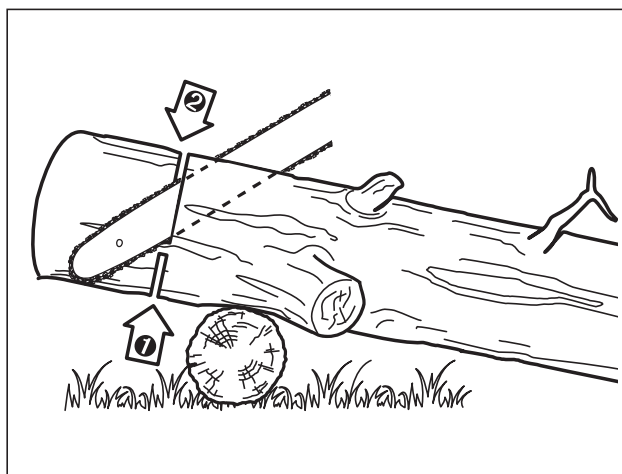

Fig. 25
2. Cuando el tronco está soportado en un extremo, corte 1/3 del diámetro del lado inferior (tronzado desde abajo). Luego realice el corte final tronizando desde arriba para llegar hasta el primer corte (Fig. 25).